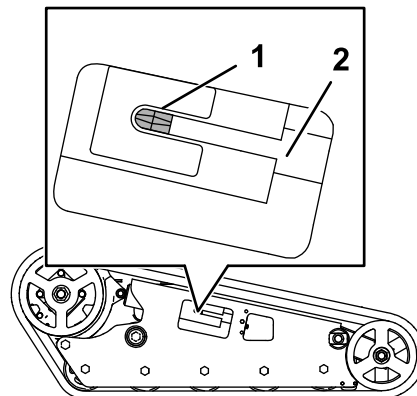

図 61
12. ½" のドライブレレンチを使用して、テンショニングねじを左にまわしてテンショニングねじを端まで移動させる 図 61。
21. テンションねじが端まで来ていることを確認する 図 61。